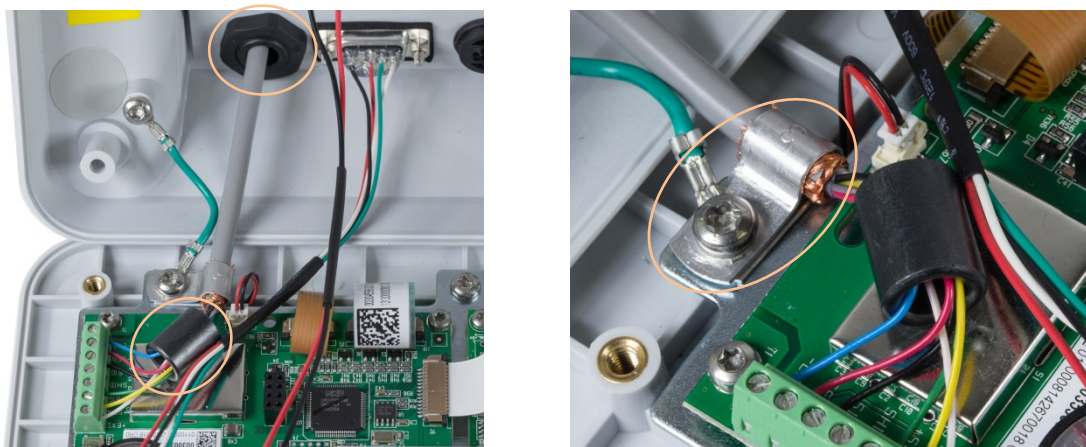

Figura 2-23: Instalación de la ferrita del cable de la celda de carga analógica y conexión a tierra del chasis, IND231
1. El cable de la celda de carga entra a la caja a través del casquillo para cable indicado en la Figura 2-23.
4. La pinza de conexión a tierra incluida con el terminal se usa para conectar el blindaje expuesto (Figura 2-22) con la placa de montaje metálica usando el tornillo de fijación del alambre de bisagra de la caja, como se muestra en la Figura 2-23.